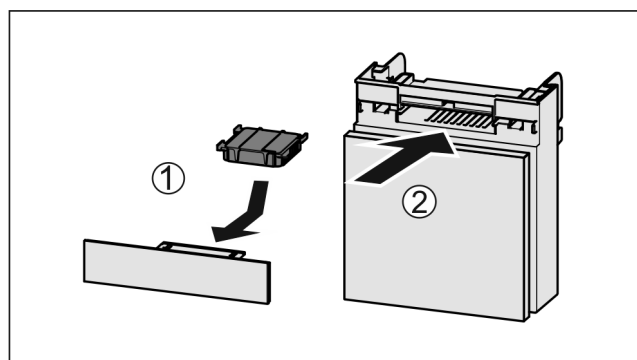

Fig. 158
- ▶ Установите фильтр с активированным углем, как показано на рисунке Fig. 158 (1).
- ▶ Вставьте отделение Fig. 158 (2).